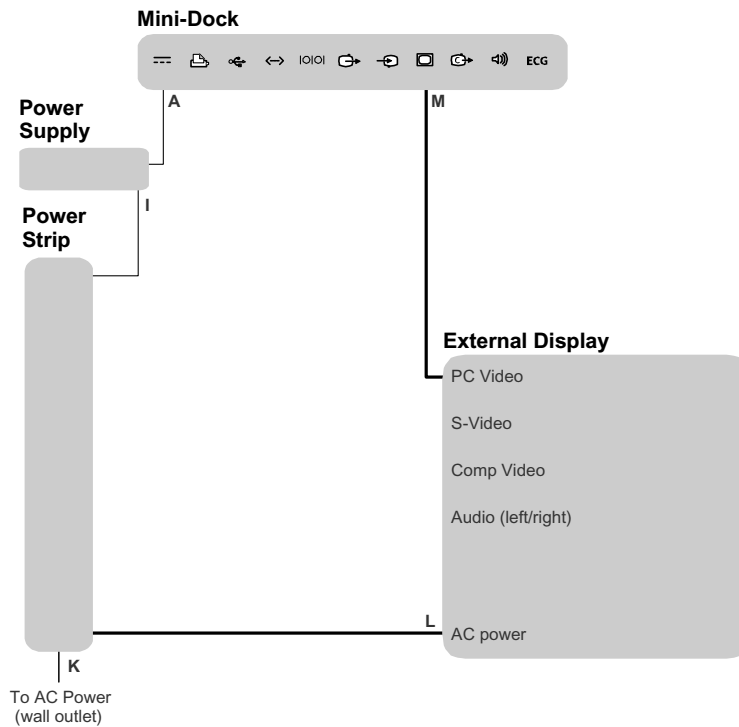

Figure 5 Connexion d'un écran VGA externe à la station MDSe
- 1 Connecter les câbles. Voir Figure 5 et « Symboles des câbles, des connecteurs et du mini-dock », page 19.